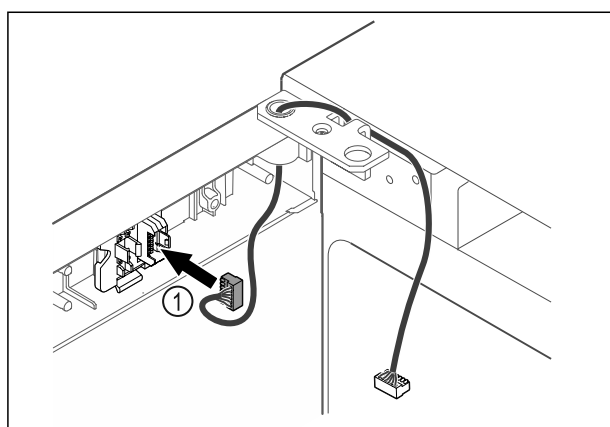

Fig. 43
- Insérer le connecteur Fig. 43 (1) dans le support.